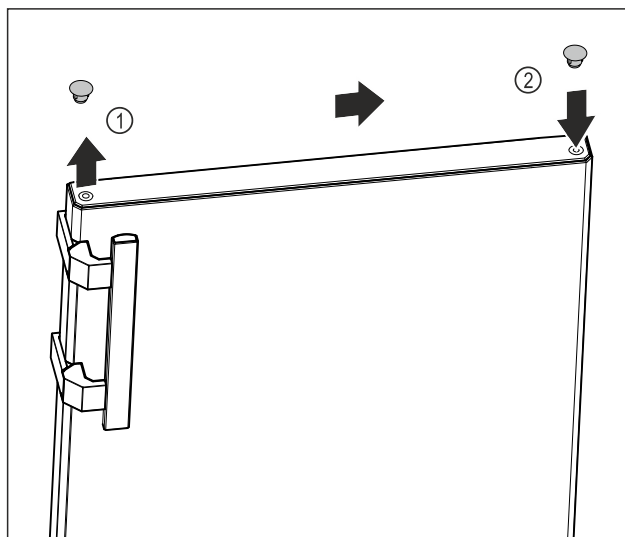

Fig. 9
- ▶ Sollevare il coperchio a tappo sulla parte superiore dello sportello Fig. 9 (1) con cautela con un cacciavite a taglio.
- ▶ Inserire il coperchio a tappo sul lato opposto. Fig. 9 (2)